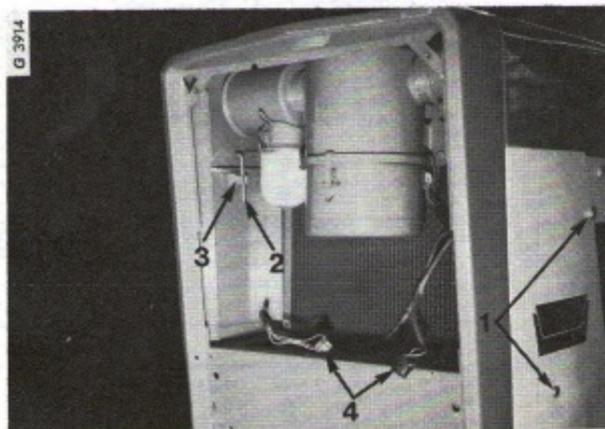

Fig. 46
Retirez les vis de fixation (1) Fig. 46.